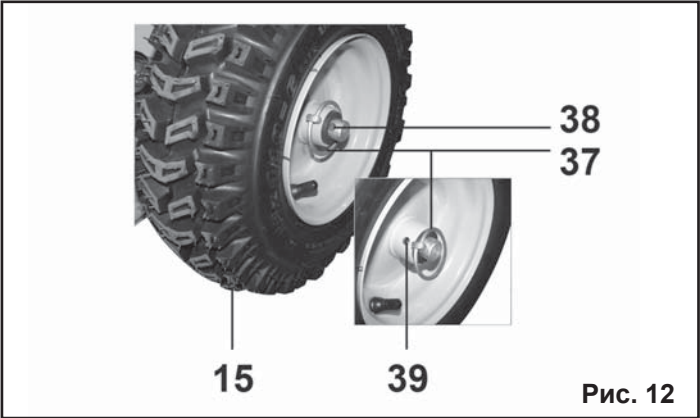

Рис. 12
7.2. Разблокировка колес (Рис.12).
7.2.1. Для облегчения управления снегоуборщиком при умеренном количестве снега, а также при работе на неровной поверхности, левое колесо снегоуборщика можно разблокировать см. Рис.12.